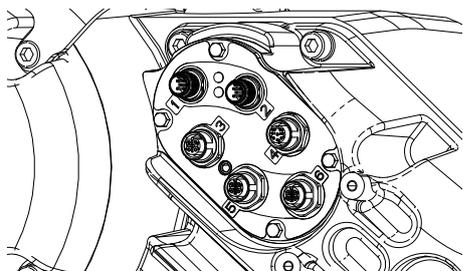

ABB. 49
- c. Kabelzugentlastung (CG) lösen.
d. Die Kabel vom Antriebsgehäuse entfernen, indem diese durch die Zugentlastung (CG) gezogen werden.
e. Die an den Anschlüssen 1-6 an der Seite des Antriebs angeschlossenen Kabel trennen, wie dargestellt in ABB. 49.